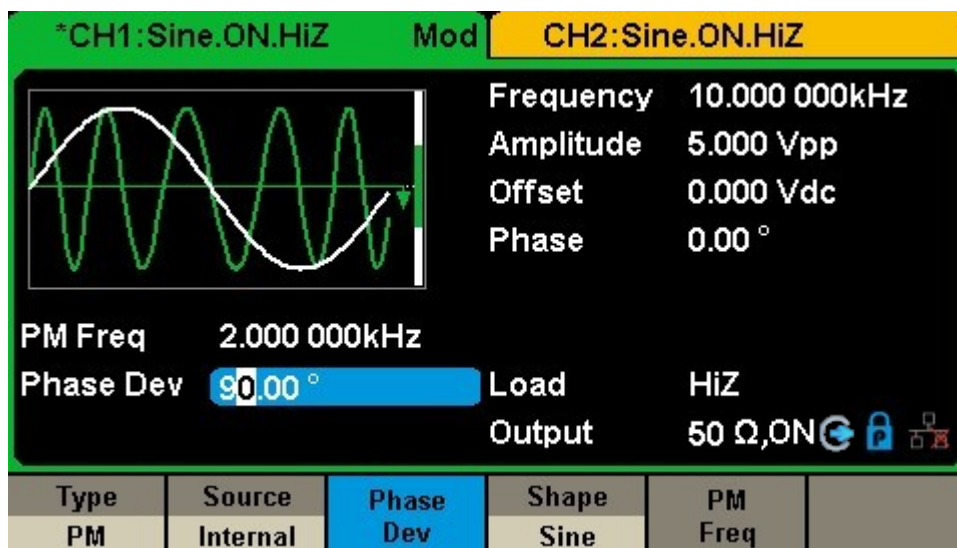

図 3-11 PM 変調波形の生成
- 前述のパラメータをすべて設定すると、図 3-11 のような波形が生成されます。